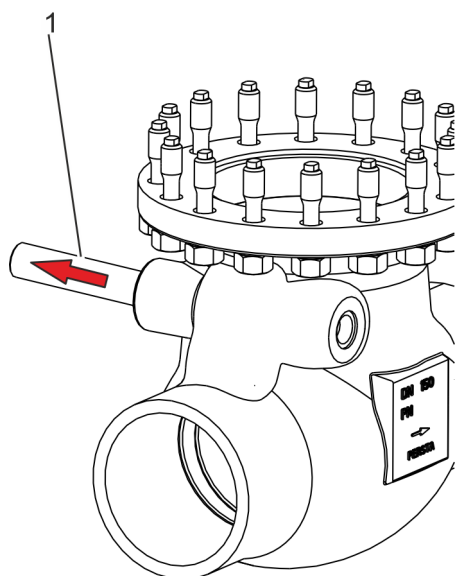

Fig. 29: Extraction de l'arbre du clapet
8. ➤ Chasser avec précaution l'arbre du clapet (Voir la Fig. 29/1) du bâti et du levier de la plaque.